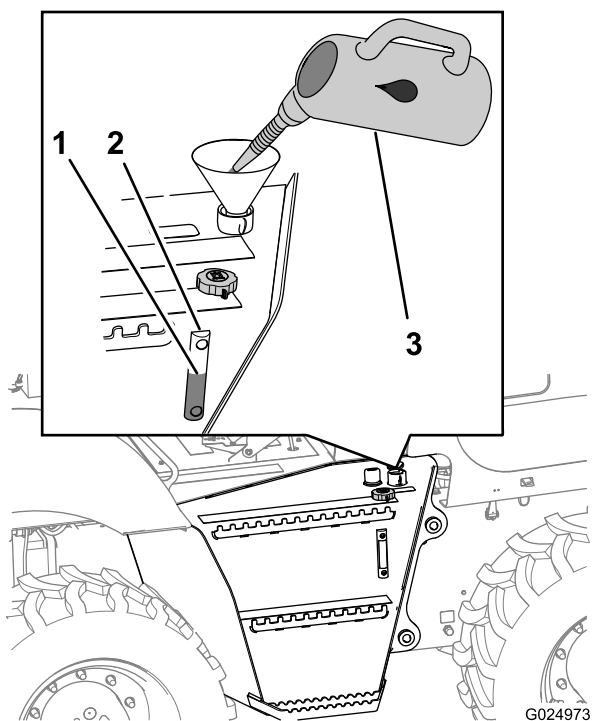

Figura 109
1. Llene el depósito de aceite hidráulico con el aceite hidráulico especificado hasta que el nivel del líquido llegue al punto medio de la mirilla (Figura 109).
3. Instale el tapón de llenado (Figura 109).